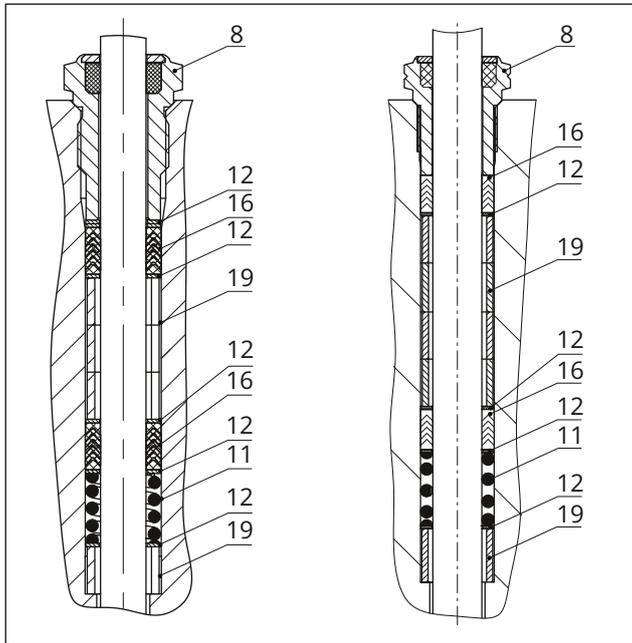

图 25: 标准填料: DN 15 至 40/NPS ½ 至 1½ (左) 与 DN 50 至 100/NPS 2 至 4 (右)
12. 使用合适的工具小心地将填料部件滑过阀杆进入填料腔。按照正确的顺序 (请参见图 25)。
13. 将阀芯 (5) 紧紧按入阀座 (4)。用阀体螺母 (14) 固定好法兰 (2)。以交叉方式逐渐拧紧螺母。遵循拧紧扭矩。
14. 拧入并拧紧螺纹衬套 (8)。遵循拧紧扭矩。
15. 将支架 (3) 放在法兰 (2) 上并使用槽形螺母 (92) 紧固。
16. 将锁紧螺母 (10) 和阀杆接头螺母 (9) 松散地拧到阀杆上。